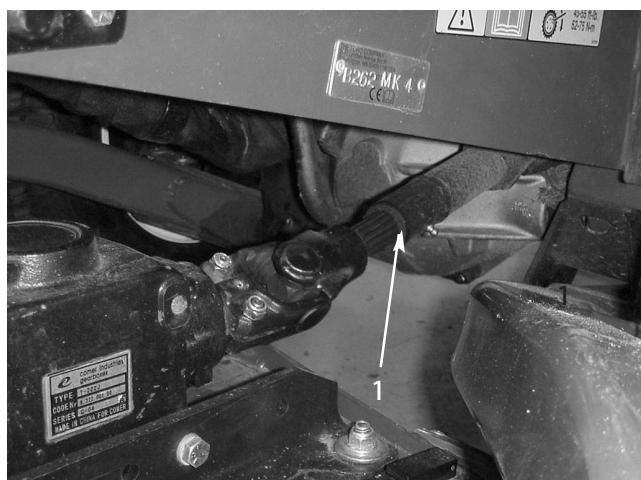

図 28
5. PTO シャフトのオスメスの接続部分(図28)を解除して、カッティングユニットをトラクションユニットから引き出す。
3. オスの PTO シャフトをメスの PTO シャフトに接続する(図28)。